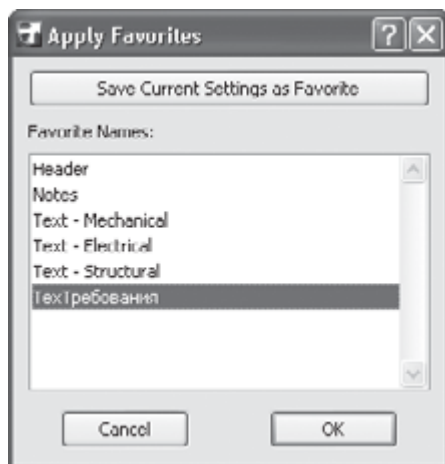

Рис. 9.5. Список установленных стилей
4. Нажмите OK. Окно New Favorite (Добавить избранное) закроется, а в списке установленных стилей Favorite Names (Список избранного) добавится новый объект (рис. 9.5).